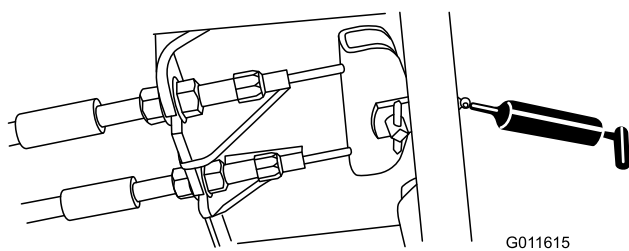

Рисунок 54
- Педаль тормоза (1 шт.) (Рисунок 54)